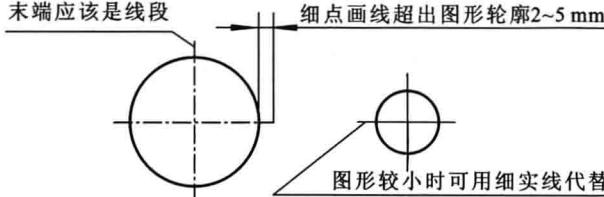

图 1-4 点画线的画法
- 绘制圆的对称中心线时, 圆心应为线段的交点。点画线和双点画线的首末两端应是线段而不是短划。在较小的图形上绘制点画线或双点画线有困难时, 可用细实线代替, 如图1-4所示。